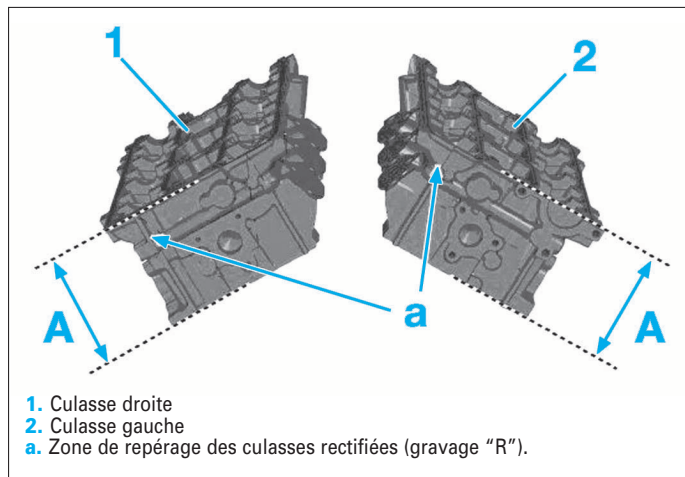

FIG. 1
Hauteur des culasses (A) (Fig.1) :